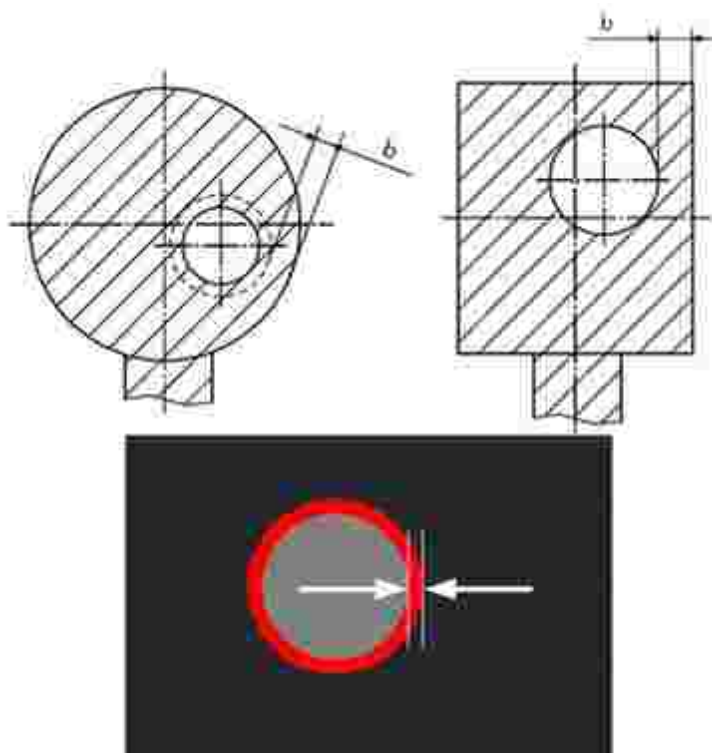

Рис. 421 Гарантийный поясок вокруг отверстия
- Между краем отверстия и краем соответствующей контактной площадки (в самом узком месте), остающийся после травления проводящего рисунка, см. Рис. 421, обозначается как «Гарантийный поясок». Зазор определяет минимальный размер области вокруг отверстия, которая заполнена металлом после окончания изготовления платы.